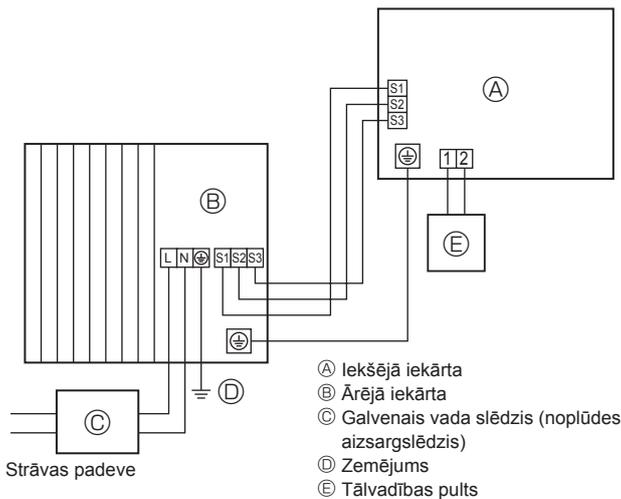
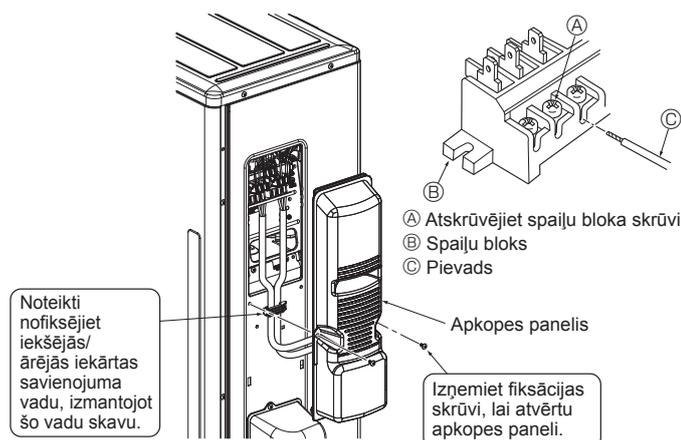
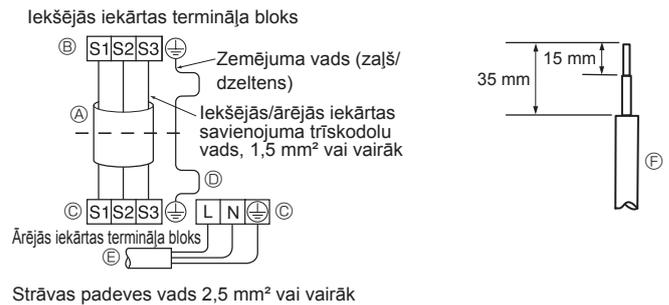

Fig. 6-1
Fig. 6-3
Fig. 6-2
### 6.1. Ārējā iekārta (Fig. 6-1, Fig. 6-2, Fig. 6-3)
- ① Noņemiet apkopes paneli.
- ② Kabeļu vadojumam ir jāatbilst norādēm šādos attēlos Fig. 6-1, Fig. 6-2 un Fig. 6-3.
- Vadojums jāuzstāda, ievērojot norādes attēlā apakšējā kreisajā pusē. (Kabelis ir jāiegādājas pašiem) (Fig. 6-2)
- ① Savienojošais kabelis
- ② Iekšējās iekārtas spaiļu bloks
- ③ Ārējās iekārtas spaiļu bloks
- ④ Zemējuma vadam vienmēr jābūt garākam par citiem kabeļiem.
- ⑤ Strāvas padeves vads
- ⑥ Pievads